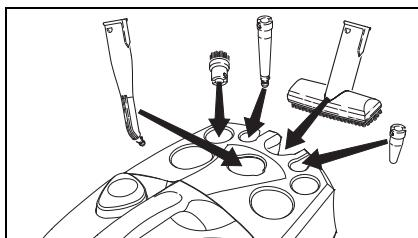

Fig. 1
- Stikk hånddysen (E1) i den passende tilbehørholderen (se fig. 1).